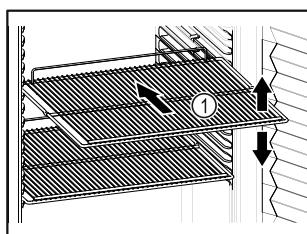

Fig. 40 Ilustratīvs attēlojums
- Ja novietošanas režīgi Fig. 40 (1) ir novirzāmi, pielāgojiet tos pēc augstuma.